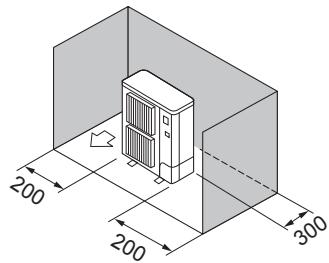

Fig. 2-5
- ③ Hindringer kun bak og på sidene (Fig. 2-5)